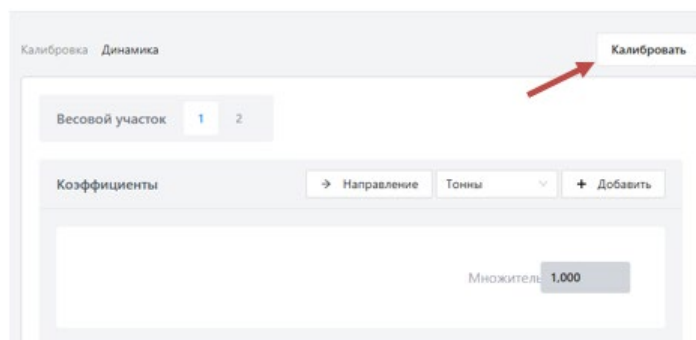

Рисунок 31 – Выбор калибровки
3. Нажмите кнопку «Новая калибровка» или выберите из списка ранее созданные калибровки (Рисунок 31).